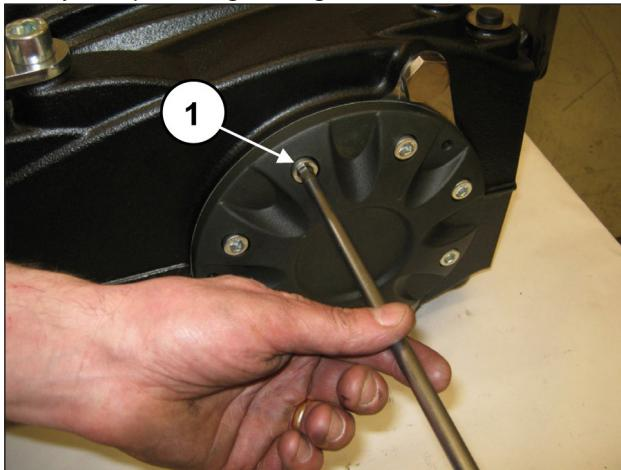
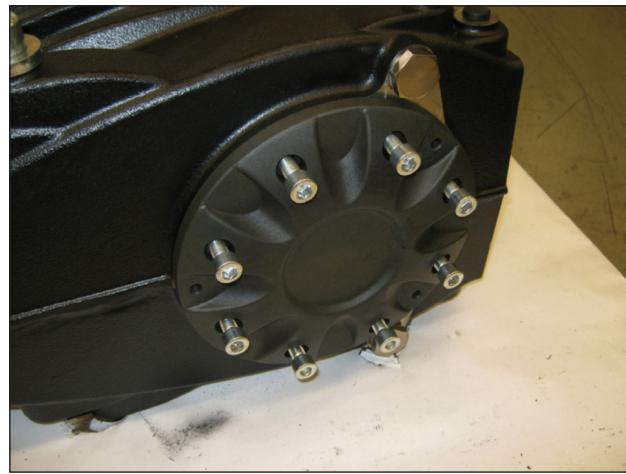

Fig. 26
Fig. 27
En la parte opuesta, extraer los tornillos de fijación de la tapa del cojinete (pos. ①, Fig. 26 e Fig. 27).